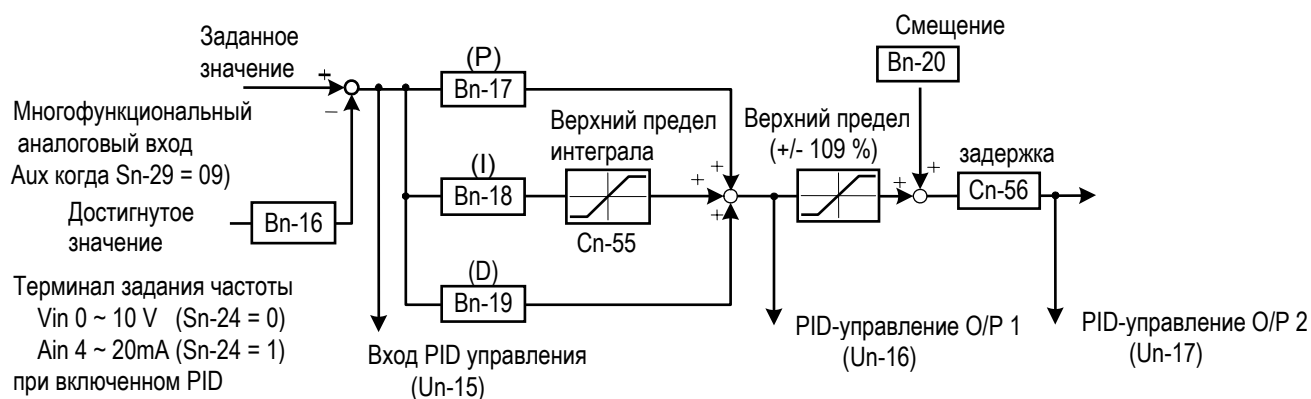

Рис. 12. Структурная схема ПИД-регулирования в преобразователе (версии до 30.17 включительно)
- Рисунок 12 представляет собой блок-схему ПИД-регулирования.